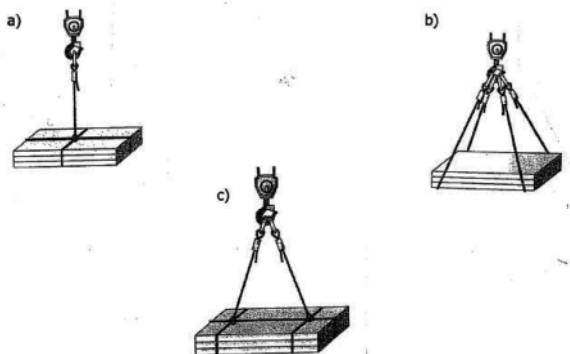

Figura 7
26. Indique cuál de estas configuraciones es la más correcta para un izado de la carga (ver figura 7):